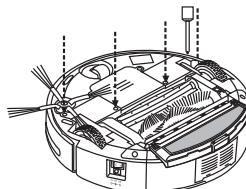

Рис. 1
- С помощью отвертки отвинтите винт левого/правого колеса. (См. рис. 1)